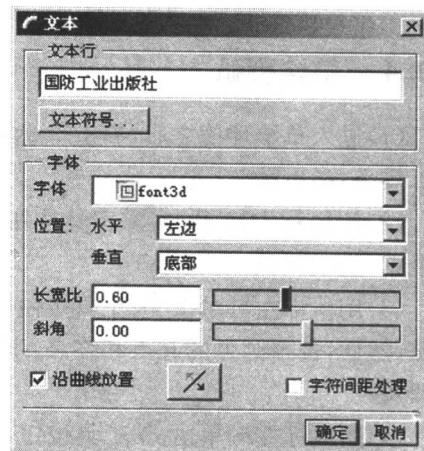

图2-7 “文本”对话框
(3)单击一个终止点,在开始点和终止点之间创建了一条构造线,该线的长度决定文本的高度,该线的倾斜角度决定文本的倾斜方向,同时弹出“文本”对话框,如图2-7所示。